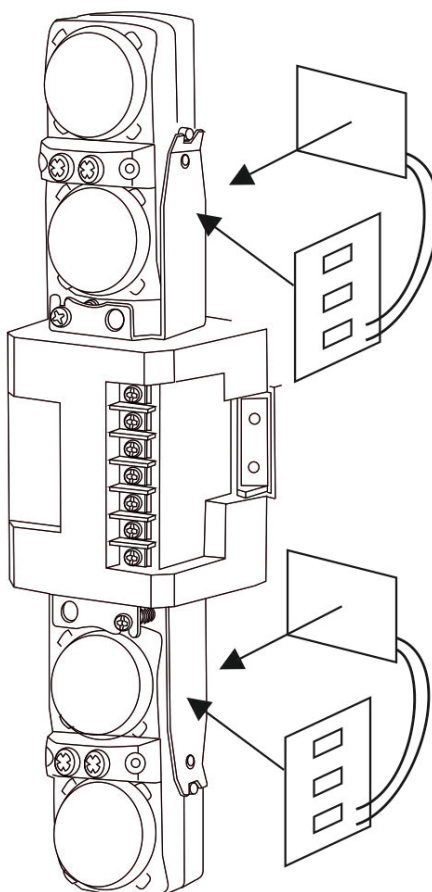

Рисунок 1.7 - Крепление плат модуля подогрева
1.2.2.4 Модули подогрева включаются при температуре окружающей среды ниже 20 °С (первый этап подогрева). При этом нагревательные элементы обоих модулей (см. рисунок 1.7), суммарно потребляющие мощность 2,0 Вт, обеспечивают температуру корпуса излучателя (приемника), препятствующую выпадению росы на оптической системе.